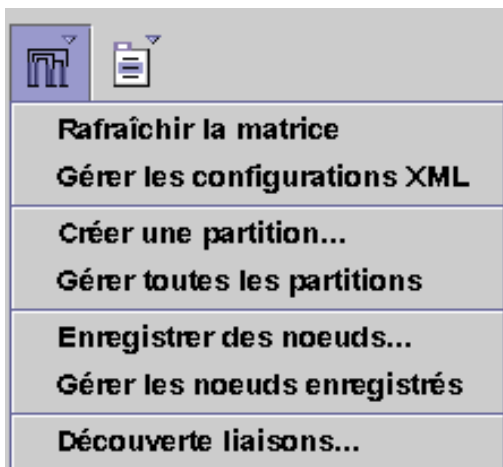

FIGURE 8-1 Menu Matrice affichant le choix de liaisons de découverte
4. Sélectionnez la commande Matrice --> Découverte liaisons. Voir FIGURE 8-1.